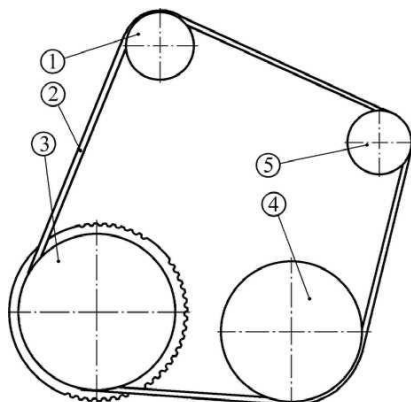

Рис.5. Схема установки ремня привода вспомогательных агрегатов:
3.12.11 Ослабить болт крепления натяжного ролика и установить ремень 1, рис.5, привода компрессора на шкивы коленвала 2, компрессора 3, генератора 4 и на натяжной ролик 5 (ключ по п.3.38). (на шкив компрессора ремень устанавливается на первые шесть клиновых канавок со стороны муфты компрессора).